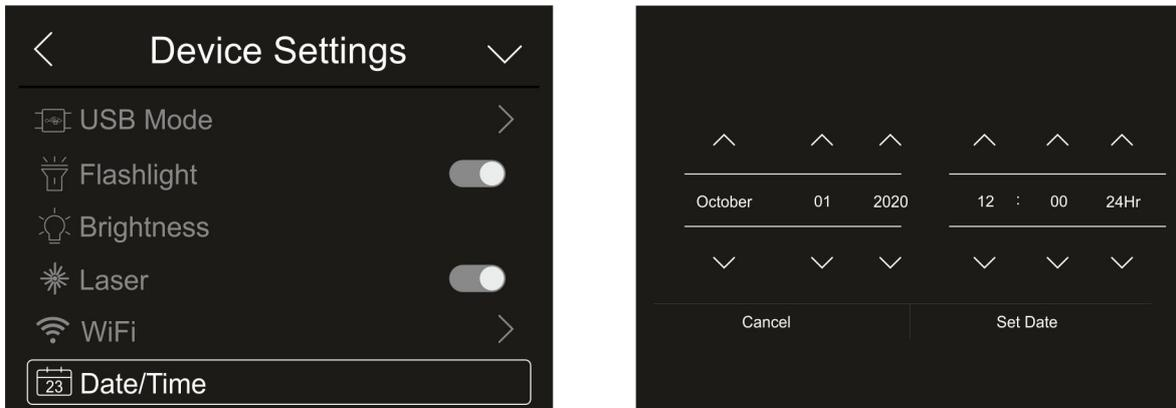

Fig. 18: Configuração de Data/Hora do sistema
1. Clicar em “Date/Time” para definir a data/hora do sistema. O ecrã da Fig. 18 - lado direito é exibido: